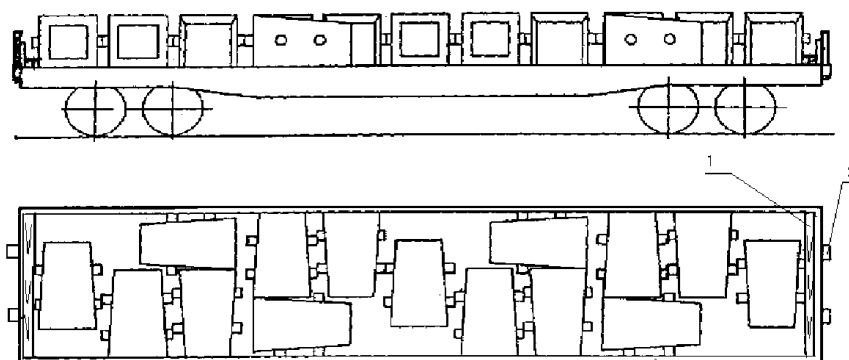

Рисунок 114
6.2. Изложницы массой до 4,6 т включительно в количестве 15 штук размещают на платформе симметрично относительно продольной и поперечной плоскостей симметрии вагона с равномерными зазорами между ними (рисунок 114). Изложницы размещают длинной стороной поперек вагона в количестве 11 штук, а вдоль вагона – 4 штуки. Изложницы размещают на расстоянии 400-500 мм от торцевых бортов. Торцевые борта платформы подкрепляют короткими стойками, вдоль торцевых бортов укладывают упорные бруски сечением не менее 100х100 мм и длиной, равной ширине платформы. Каждый брусок прибивают к полу десятью гвоздями диаметром 6 мм и длиной не менее 150 мм. В зазор между упорными брусками и крайними изложницами устанавливают по два распорных бруска сечением не менее 100х100 мм и длиной по месту, каждый из которых прибивают к полу пятью гвоздями диаметром 6 мм и длиной не менее 150 мм.